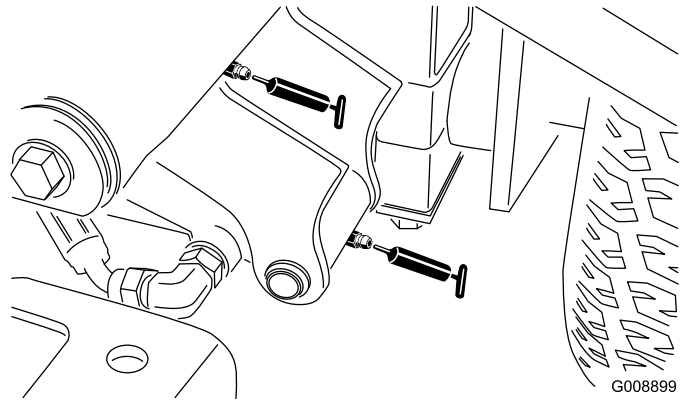

Figura 38
- Pivote (2) y cilindro de elevación del brazo de elevación delantero izquierdo (**Figura 38**)